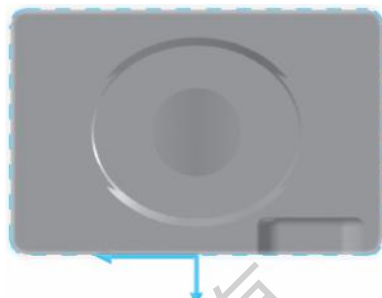

图 4-19 选择加工边界
1) 选择【刀路】/【外形】命令，系统弹出【串连线框】对话框，选中【俯视图】单选按钮，在绘图区中最大轮廓线中一长直线的中点处进行选取，如图 4-19 所示。通过箭头方向可知刀具补偿为左补偿，单击【确定】按钮。